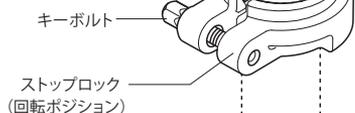

図3
回転ポジションのセッティング (図 3, 4)
1. ストップロックの凹凸側を下に向けてセンターポストに差し込みます (図 .3)。